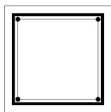
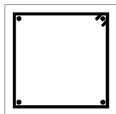

图 5.46 绘制圈梁纵向钢筋
图 5.47 绘制箍筋钢筋弯钩
① 在**指定圆环的内径**: 提示下, 输入 “0” 后按 Enter 键, 设定圆环的内径为 0mm。
② 在**指定圆环的外径**: 提示下, 输入 “10” 后按 Enter 键, 设定圆环的外径为 10mm。
③ 在**指定圆环的中心点或 <退出>**: 提示下, 分别捕捉最里面矩形的 4 个角点, 就绘制出了圈梁直径为 10mm 的 4 根纵向钢筋, 结果如图 5.46 所示。
(6) 用【删除】命令删除最里面的矩形。
(7) 用 10mm 宽的多段线在左上角绘制箍筋的弯钩, 结果如图 5.47 所示。这样就绘制出圈梁的 1—1 断面图。